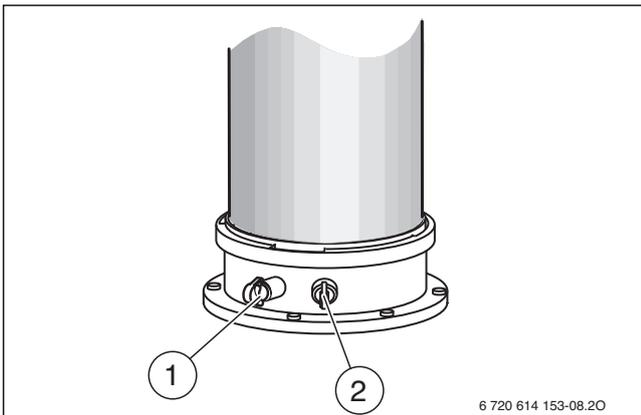

Fig. 42
- ▶ Retirar los tapones de los soportes de medición de aire de combustión [2] (→ fig. 42).
- ▶ Retirar tapones de los soportes de medición de gases de escape[1] (→ fig. 42).